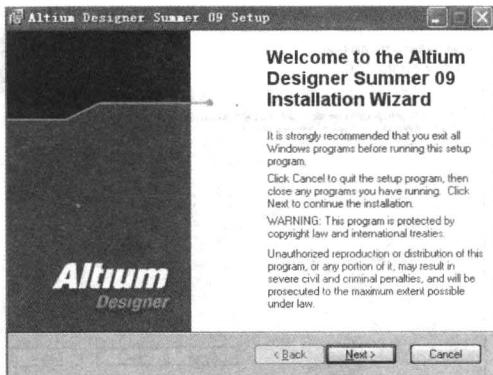

图 1-1 安装界面
- 1) 双击安装目录中的 “setup.exe” 文件, 软件开始安装, 系统弹出如图 1-1 所示的 Altium Designer Summer 09 安装界面。